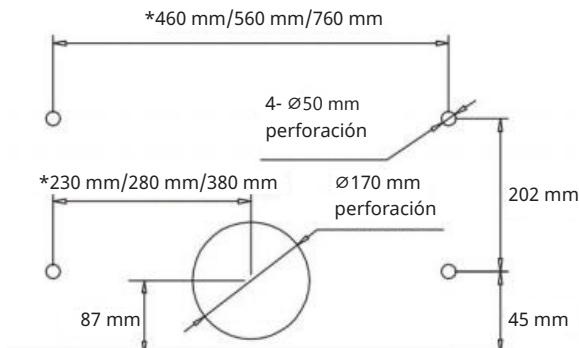
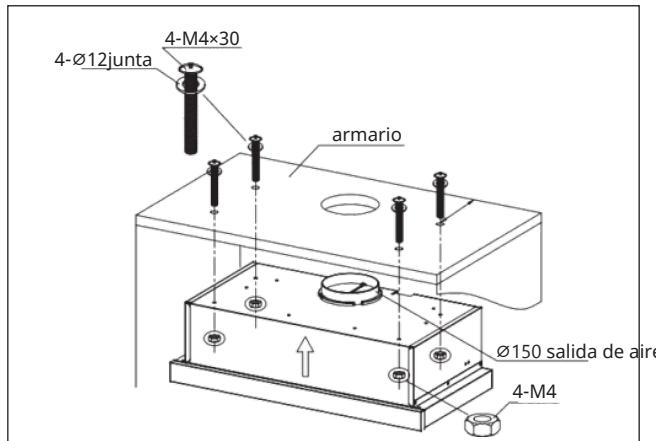

Ilustración 2
Ilustración 3
2. Taladre 4 agujeros de Ø5 mm y un agujero de Ø170 mm en la parte inferior del armario colgante como se muestra en la Ilustración 2 y en la Ilustración 3.